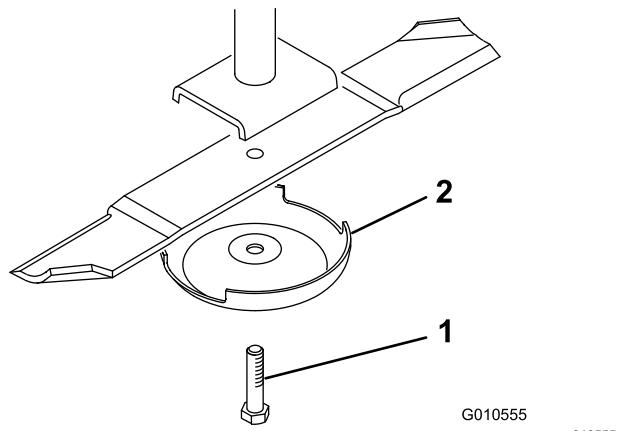

Bild 28
- Halten Sie das Ende des Messers mit einem stark wattierten Handschuh oder wickeln Sie einen Lappen um es herum. Entfernen Sie die Messerschraube, die Antiskalpierkuppe und das Messer von der Spindelwelle (Bild 28).